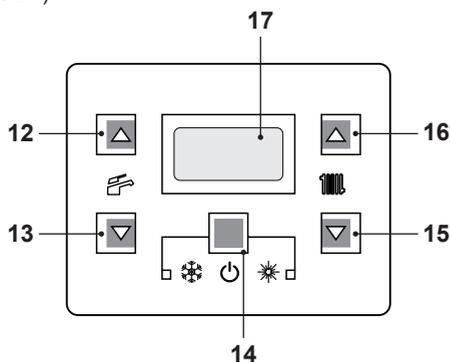
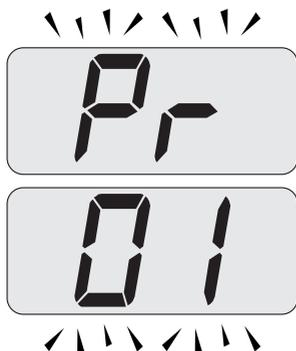
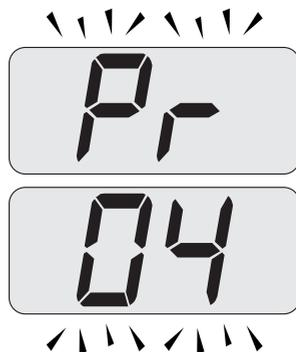

Figura 5.20
Figura 5.21
Figura 5.22
Per ottenere questo settaggio bisogna entrare in programmazione premendo contemporaneamente per 10 secondi i tasti 14 - 15 - 16 (Figura 5.20) fino a far apparire sul display LCD le lettere **Pr** che si alternano con il codice **01**, indicanti l'entrata nel "parametro 01" (Figura 5.21).
- Scorrere i vari parametri utilizzando i tasti 15 o 16 fino a far apparire sul display LCD le lettere **Pr** che si alternano con il codice **04**, indicanti l'entrata nel "parametro 04" (Figura 5.22).
- Premere contemporaneamente i tasti 14 e 16 (Figura 5.20) fino a far apparire sul display LCD il valore del parametro 04 (Figura 5.23).
- Premendo il tasto 14 (Figura 5.20) si ottiene la conferma del valore inserito.
- Premendo contemporaneamente i tasti 14 e 15 (Figura 5.20) si esce senza modificare il valore (ritorno alla lista parametri (Figura 5.22)).
condi i tasti 14 - 15 - 16 (Figura 5.20) si esce dalla "modalità programmazione".